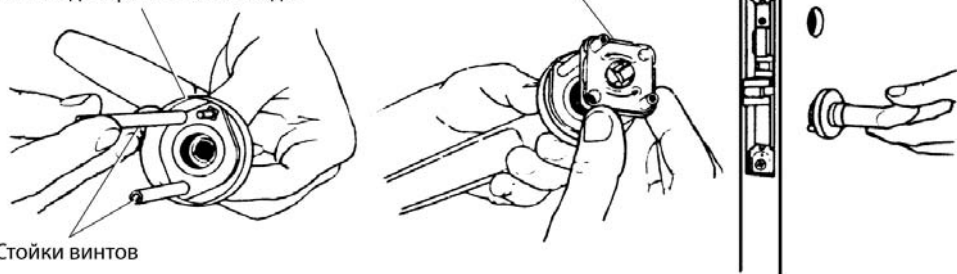

Рис. 6.32. Установка блока декоративной накладки
9. Обрезать установочные рычаги (накладка в форме розочки). Вернуть стойки винтов на наружную розочку. Установить кожух пружины на винтовые стойки (стрелки указывают направление поворота рукоятки при открывании замка). Установить декоративную накладку на шпindel с винтовыми стойками через отверстия в корпусе замка (рис. 6.32).